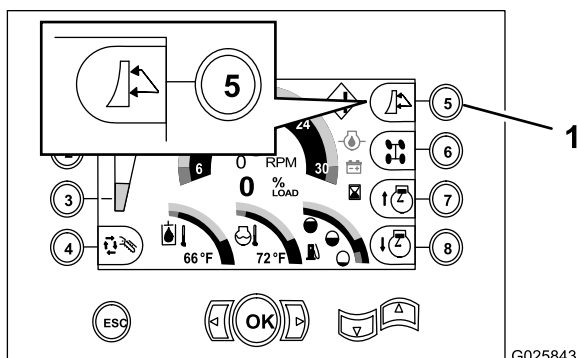

Figure 46
1. Sélectionnez la fonction lame de remblayage de la machine en appuyant sur le bouton 5 du centre de commande jusqu'à ce que l'icône de la lame de remblayage s'affiche (Figure 46).